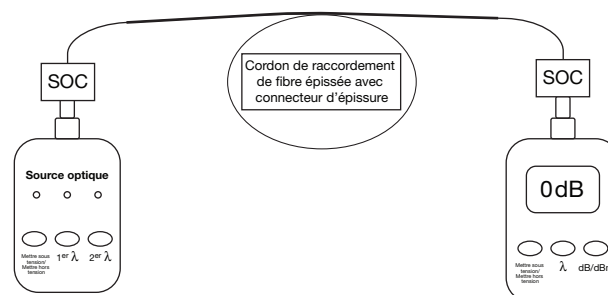

Figure 5
9. Remplacer le cordon de raccordement de fibre par le « cordon de raccordement épissé avec connecteur d'épissure ». Le wattmètre doit donner comme lecture 0 dB PLUS une perte d'épissure admissible X 2. Voir Figure 5.